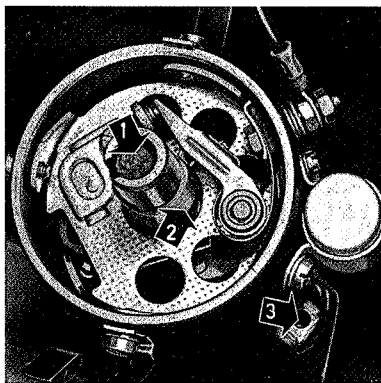

Fig. 1-9. Stroomverdeler
Na elke 10.000 km (6.000 mijl) moeten de stroomverdeleras, de nok en het ontstekingsvervroegingsmechanisme gesmeerd worden. De stroomverdeleras wordt gesmeerd door de oliepot (3, Fig. 1-9) met olie te vullen. Sluit na het vullen de pot. De kontaktopervlakten (2) van de nok moeten gesmeerd worden met een dunne film vet, Bosch Ft 1 v 4, of overeenkomstig vet. Het ontstekingsvervroegingsmechanisme moet gesmeerd worden door twee à drie druppels lichte motorolie (SAE 10 W) op het viltje (1) in de verdeleras te laten lopen.